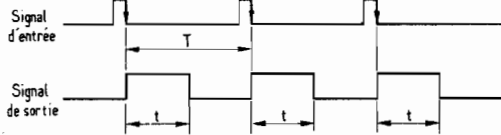

Fig. 3. — La période de répétition T doit être plus longue que la durée t de l'impulsion de sortie.
D'autres modèles changent d'état si le signal de commande passe de 1 à 0. Dans ce dernier cas, la représentation de l'entrée de la commande est différente (fig. 2A). Avant, et même pendant l'apparition du signal de commande, la sortie Q est à l'état logique bas (0). Lorsque ce signal de commande a un sens négatif (en passant de 1 à 0), le monostable change d'état. La sortie Q passe de 0 à 1. Le circuit reste dans cet état quasi-stable pendant le temps déterminé par le circuit résistance condensateur. La sortie Q retourne ensuite au zéro logique, où elle restera jusqu'à l'apparition d'une autre impulsion à l'entrée T (fig. 3). Evidemment le signal de sortie doit avoir une durée t plus courte que la période de répétition T des flancs négatifs des impulsions de commande. Si une impulsion apparaissait lorsque Q = 1, elle serait ignorée si le monostable est du type « non-redéclenchable ».